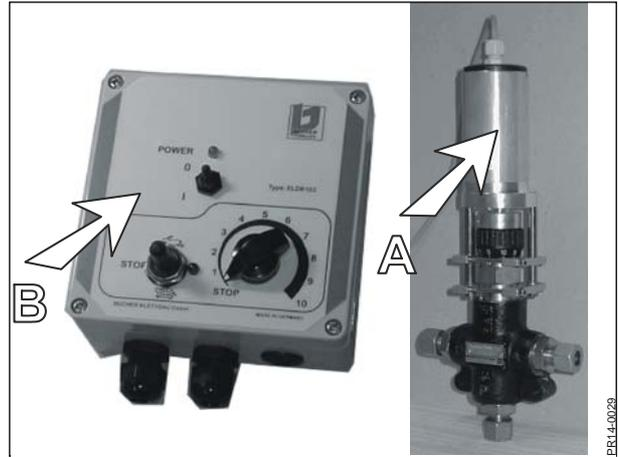

Fig. 5.2
- Fig. 5.2** Wenn die Förderkette von dem Schleppersitz aus reguliert werden soll, können wir eine elektrische Regulierung von dieser anbieten (siehe Ersatzteilliste betr. Bestellnummer). Dieser Satz besteht aus einem Schrittmotor (A), der oben auf das vorhandene Ventil montiert wird, und ein Elektrosteuergerät (B).